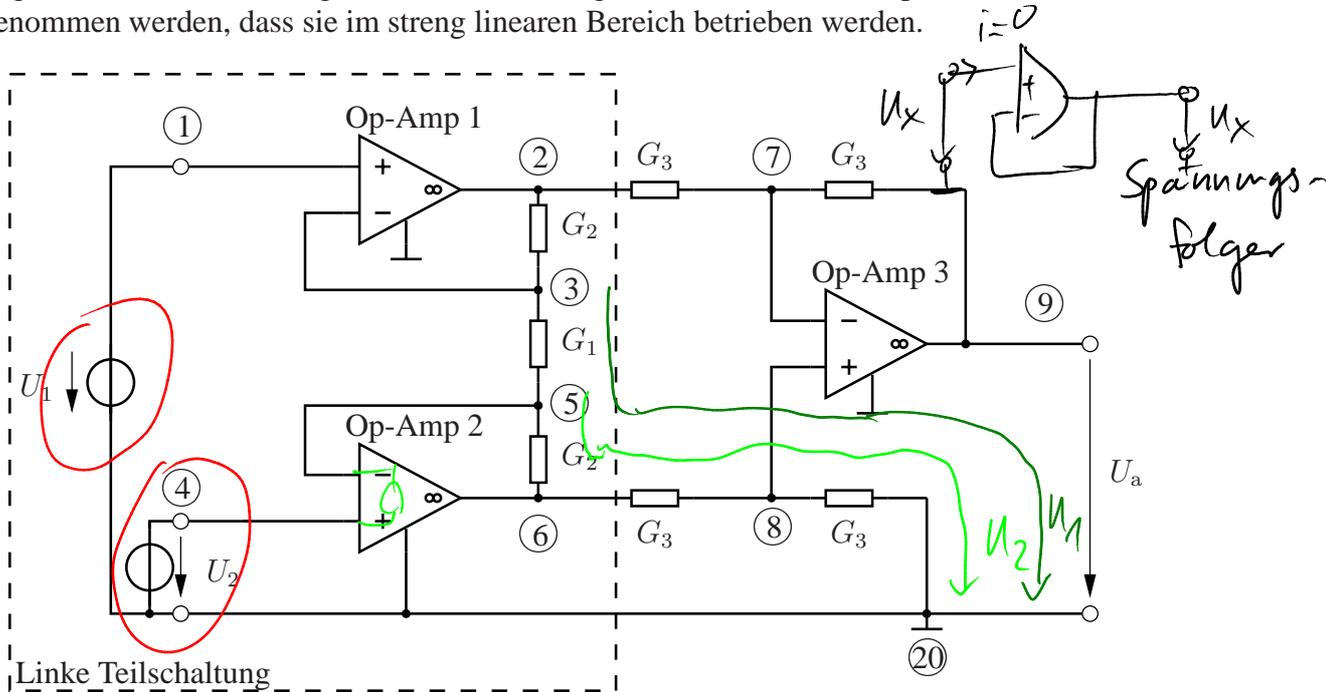

Bild 6. Instrumentenverstärker
In Bild 6 sei die Schaltung eines sogenannten Instrumentenverstärkers gegeben. Dieser wird häufig in der Meßtechnik eingesetzt. In dieser Aufgabe darf für alle drei Operationsverstärker angenommen werden, dass sie im streng linearen Bereich betrieben werden.
c) Zeichnen Sie die Schaltung, indem Sie die Operationsverstärker durch die entsprechenden Ersatzschaltbilder ersetzen und den Schritt aus Teilaufgabe a) bzw. b) durchführen. Übernehmen Sie dabei die Knotennummerierung von Bild 6, und geben Sie eventuell zusätzlich auftretenden Knoten die jeweils nächstgrößere, noch nicht benutzte Ziffer.
In den nächsten beiden Teilaufgaben soll nur eine Knotenspannungsanalyse bezüglich der **linken Teilschaltung**, die in Bild 6 in dem **gestrichelten Rahmen** enthalten ist, durchgeführt werden.